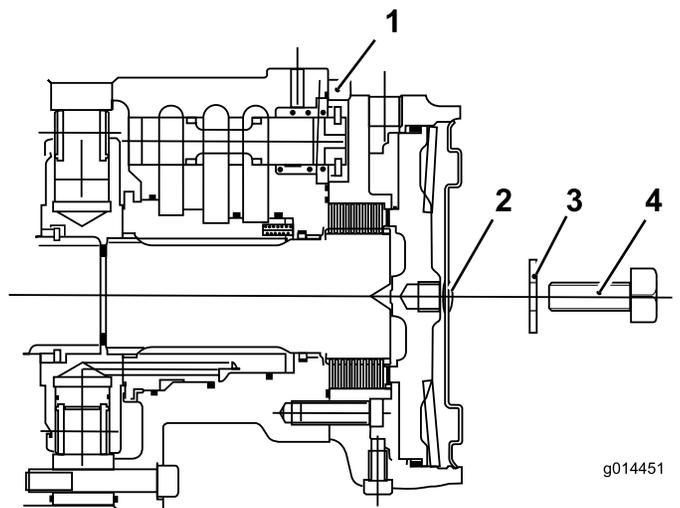

Figura 42
- C. Monte o tampão hexagonal na placa da extremidade do motor (Figura 42).